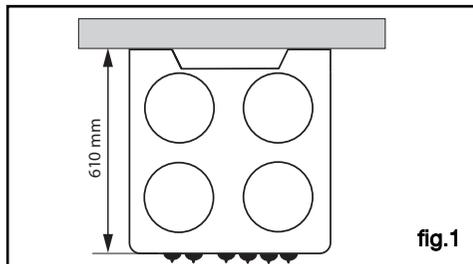

fig.1
• Plat lèchefrite multi-usages (fig.1)
Vous devez respecter la cote d'encastrement suivante (fig.1, vue de dessus):
- Enfoncez un tournevis entre la tôle du capot et la trappe puis faites pivoter la trappe (fig.1).